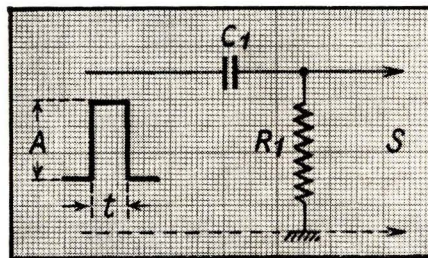

Fig. 2
**P 19.** — A l'entrée d'un quadripôle représenté dans la figure 2 on applique une impulsion parfaitement rectangulaire d'amplitude A et d'une durée  $t = 1$  ms. Quelle sera, à peu près, la forme et l'amplitude de cette impulsion à la sortie dans les trois cas suivants :  $R_1 = 200 \text{ k}\Omega$  et  $C_1 = 50 \text{ nF}$ ;  $R_1 = 100 \text{ k}\Omega$  et  $C_1 = 10 \text{ nF}$ ;  $R_1 = 20 \text{ k}\Omega$  et  $C_1 = 5 \text{ nF}$  ?